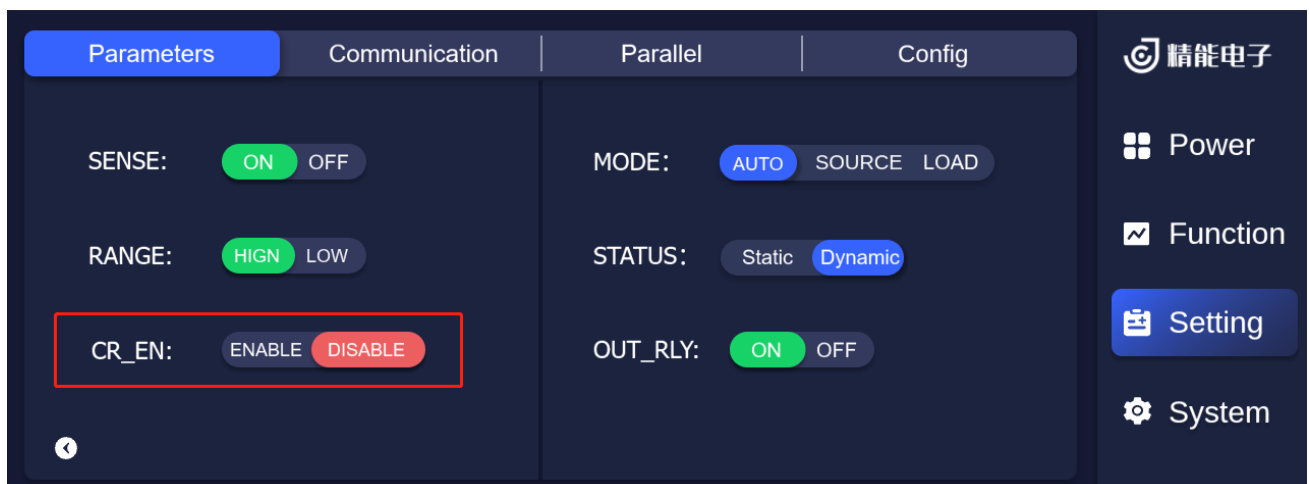

图 5-2 Setting 界面
3) 若功率等于设定功率时将工作在定功率（CP）模式，此时的电压、电流根据公式 $P=UI$ 以及 $P=U^2/R$ 由所接的负载的真实阻值决定。在较低电压时，流经的电流较大，在较高电压时，流经的电流较小，从而使功率稳定在功率曲线范围内。当输出端功率低于设定功率限值时，而电压/电流达到了电压/电流限制值，由公式 $P=U * I$ ，本产品才会自动切换至恒压/恒流模式。如果电压先达到最大设定值，产品会自动切换到恒压模式。如果电流先达到最大设定值，产品会自动切换到恒流模式。这里特别注意，恒阻模式需要在设置（Setting）里面打开 CR_EN，具体如图 5-2 所示 Setting 界面。